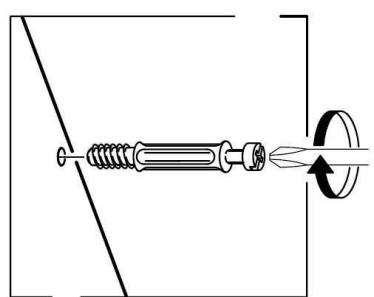

Рис. 1
1. В боковые стенки (56), (57), перегородку (58), горизонтальный щит (19), планку заднюю (21) в имеющиеся отверстия установить эксцентрики таким образом, чтобы стрелка была повернута в сторону отверстия в торце.
В установленные муфты эксцентриковых стяжек на боковых стенках (56), (57), перегородке (58), крышке (1), ввернуть дюбели DU 644, в соседние отверстия установить шканты (рис.1).
2. Установить монтажные планки петель на боковые стенки (56), (57), перегородку (58) с помощью комплектных винтов.